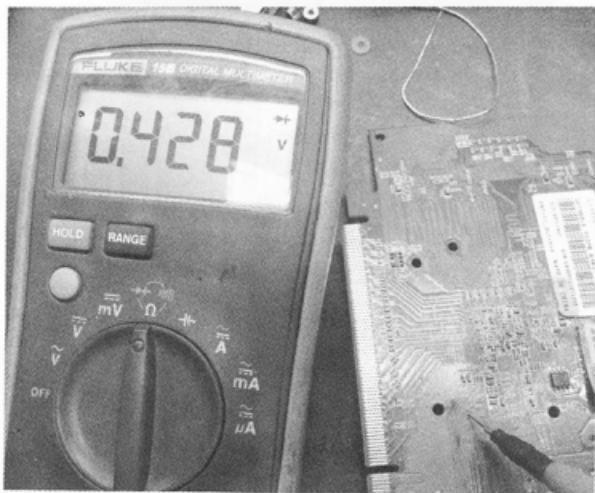

图 5-50 测量靠近 GPU 一端二极体值
(9) 沿着对应的过孔跑线，在靠近 GPU 的位置刮开线路打值，发现值为 428，接近正常，如图 5-50 所示。